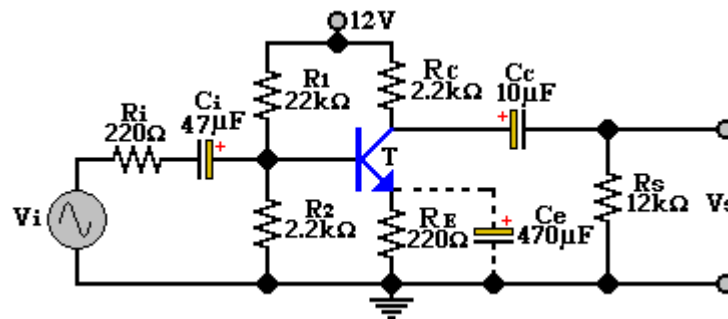

Figura 8.1
2. Del circuito de la figura 8.1 encuentre los valores indicados en la tabla 8.1 (para el valor de  $\beta$  refiérase al apéndice B). Encuentre la ganancia de voltaje y las impedancias de entrada y salida.
3. Realizar la simulación del circuito de la figura 8.1.
- Arme el circuito de la figura 8.1. Todavía no conecte el capacitor de desvío  $C_e$ .
- Conecte ahora el capacitor  $C_e$  como lo indica el dibujo en la línea punteada de la figura 8.1.
2. Basado en sus datos experimentales ¿puede afirmar que el circuito de la figura 8.1 está funcionando como amplificador? ¿por qué?